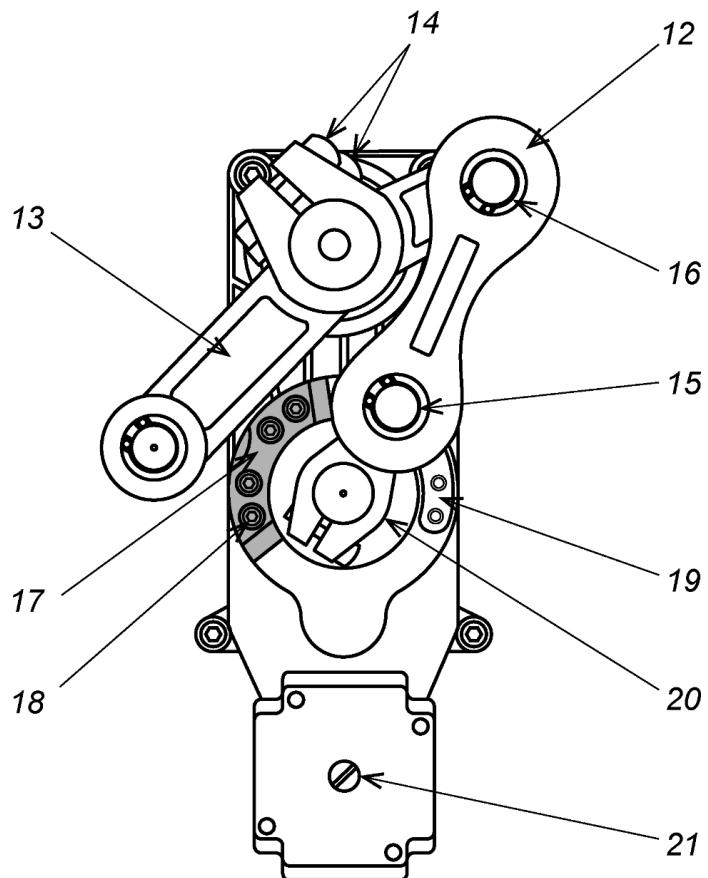

Рисунок 8. Порядок переустановки стрелы шлагбаума
По умолчанию шлагбаум поставляется с положением стрелы, рассчитанной на правосторонний проезд (стойка шлагбаума фронтальной стороной располагается справа от проезжей части). При необходимости изменения этого положения на противоположное выполните следующие действия (см. рис. 8):
Для разблокировки стрелы откройте дверцу шлагбаума и шлицевой отверткой вращайте втулку (21) (см. рис. 8) влево или вправо до тех пор, пока нижний шарнир шатуна (12) не выйдет из крайнего положения и стрела не станет поддаваться ручному воздействию вверх или вниз.
1. Откройте дверцу (2) стойки шлагбаума.
2. Шестигранным ключом S10 ослабьте два болта (14), фиксирующие рычаг (13) на валу кронштейна стрелы (см. рис. 8). Придерживайте стрелу от падения!